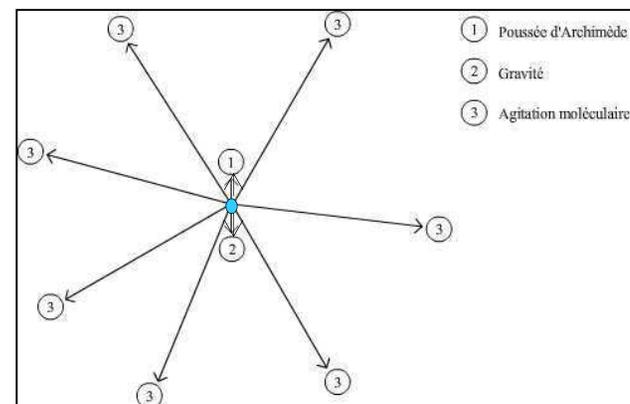

Figure 1 : Force s'exerçant sur une particule en suspension dans un liquide
- Dans la cas de la figure 1, la **poussée d'Archimède** (1) et la **gravité** (2) sont faibles comparées à l'**agitation moléculaire** (3) .